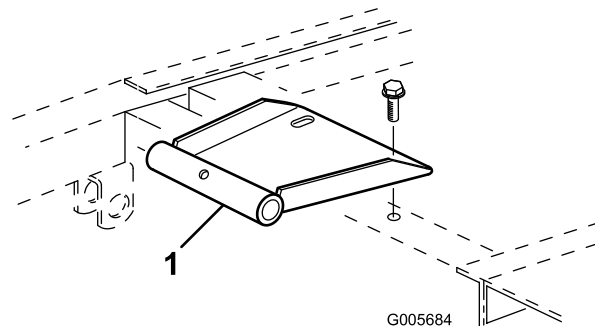

Bild 8
4. Montieren Sie die Schwenkhalterung mit zwei Bundschrauben am Sitz (liegen dem Sitz bei) (Bild 8).